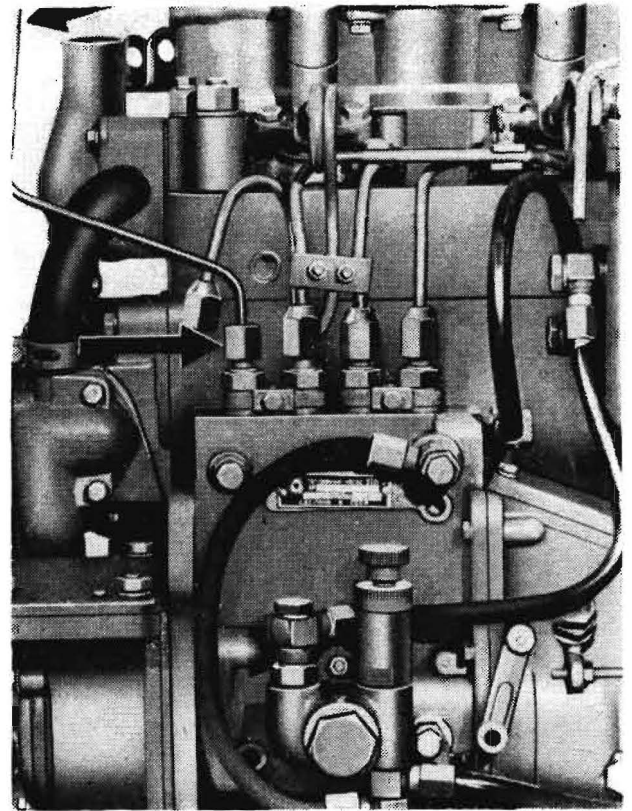

Bild 5/15
- Druckleitung vom Stutzen des 1. Pumpenelementes abschrauben und statt ihrer ein Kapillarrohr aufschrauben (Bild 5/15).
- Einen Teil Kraftstoff aus Glasrohr abfließen lassen, Kurbelwelle langsam im Uhrzeigersinn drehen und Kraftstoffspiegel im Glasrohr beobachten. Sobald der Kraftstoffspiegel zu steigen beginnt, die Drehung der Kurbelwelle unterbrechen (Bild 5/16).
- Einstellschraube S (Bild 5/2) aus der Gewindebohrung der Blechplatte heraus-schrauben und in dieselbe Bohrung mit gewindefreiem Ende bis zum Anschlag an das Schwungrad einstecken. Hierbei muß die Einstellschraube gegenüber der Schwungradbohrung zu stehen kommen. Ander-